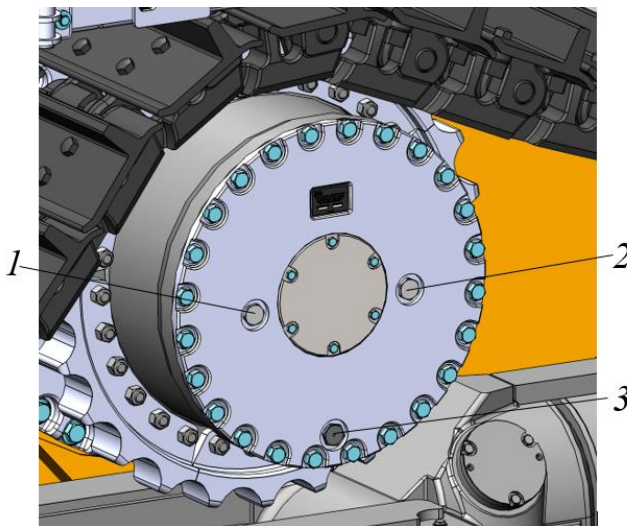

Рисунок 5.141. Процедура проверки уровня масла в бортовом редукторе
Двигая машину назад и вперед, установить редуктор в позицию, когда пробка сливного отверстие 3 будет находиться внизу (ориентирована на 6 часов). Пробки (магнитные стержни) для заправки и контроля уровня масла поз.1 и 2 располагаются на горизонтальной оси чуть ниже центра, см. рис. 5.141.
- ▶ Очистить поверхность редуктора в местах расположения пробок (магнитных стержней) поз 1 и 2 рис. 5.141 от загрязнений для исключения попадания грязи во внутреннюю полость редуктора.
- ▶ Ключом  на 40 немного ослабить резьбовую пробку 1 и 2, рис. 5.141, для удаления воздуха. Как воздух перестанет выходить, выкрутить резьбовые пробки 1 и 2.